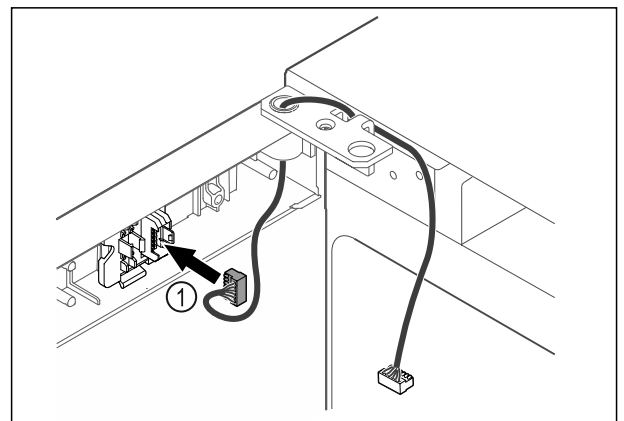

Fig. 42
- ▶ Inserire il connettore Fig. 42 (1) nel supporto connettori.